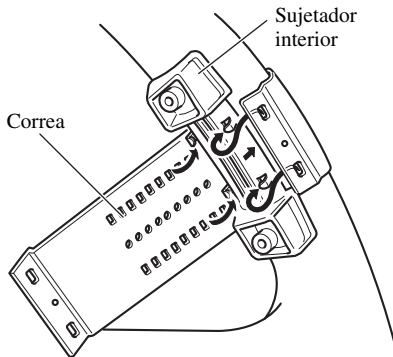

Fig. 7
1. Asegure el sujetador interior en el interior de la circunferencia del volante con la correa. (Fig. 7)